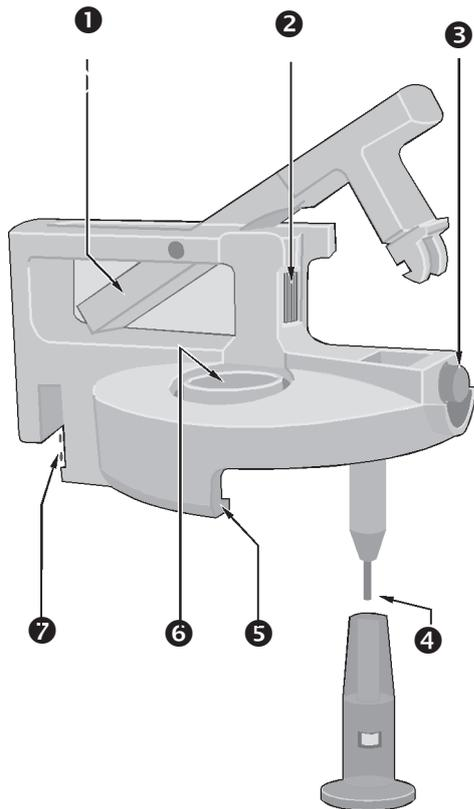
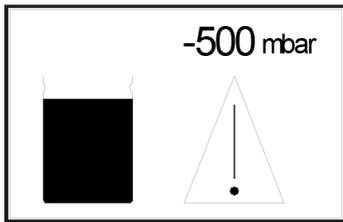

Bild 3. Verschlussystem
Bild 13. Anzeige bei Behälter voll
Das Verschlussystem muss den Sekretbehälter dicht abschließen, damit sich das gewünschte Vakuum im Sekretbehälter aufbauen kann. Bild 3 zeigt das Verschlussystem mit geöffnetem Verschlussbügel.
- Durch Drehung der Rändelschraube (❷, Bild 3) kann die Spannung des Verschlussystems verändert werden.
Der ATMOS S 351 Natal hat eine elektronische Füllstandskontrolle, die im VE-Modus das Verhalten des Aggregats nicht beeinflusst. Das Vakuum wird nicht abgebaut. In regelmäßigen Abständen erscheint die Warnmeldung für Behälter voll (Bild 13). Im Absaug-Modus wird das Aggregat bei Erreichen des maximalen Füllstands abgeschaltet. Es ertönt ein akustisches Signal und es folgt die Anzeige *Behälter voll*  (Bild 13). Der maximale Füllstand ist erreicht, wenn der Flüssigkeitsspiegel den Sensor (④, Bild 3, Seite 11) im Verschlussystem berührt. Bei sehr starker Schaumbildung sollten Sie den beiliegenden Schaumschutz über die Sonde stecken, damit das Aggregat nicht vorzeitig abschaltet. Sobald der Sensor keinen Kontakt mehr mit der Flüssigkeit hat (z.B. beim Umsetzen des Doppelstecknippels), schaltet das Aggregat wieder ein.